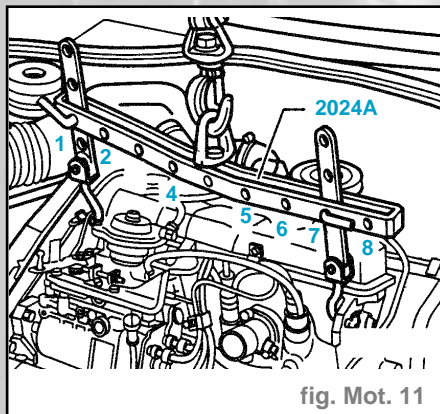

fig. Mot. 11
- Accrocher comme suit le dispositif de suspension **2024A** et le soulever légèrement avec la grue d'atelier (fig. mot. 11) :